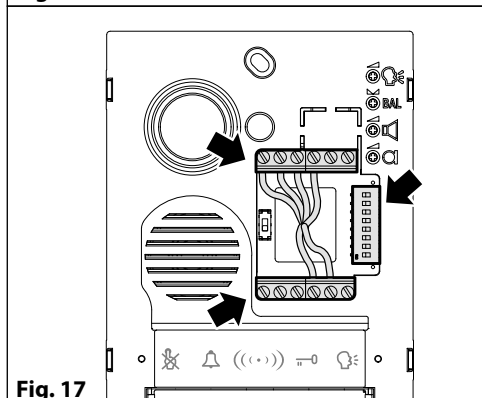

Fig. 17
4. Eseguire tutti i collegamenti e le impostazioni dei dip-switch secondo gli schemi elettrici forniti (Fig. 17).